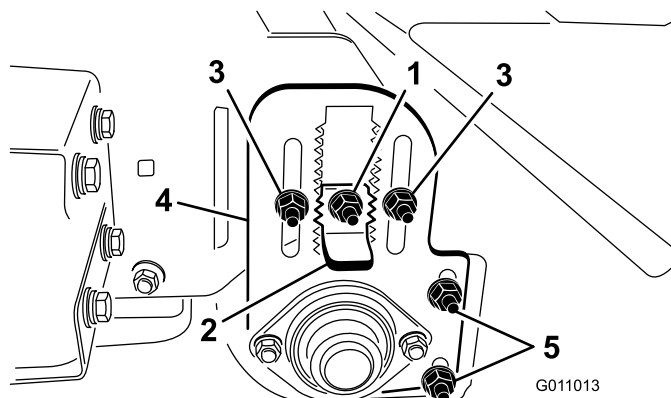

Figura 20
3. Allentate il dado di bloccaggio sulla chiave di regolazione dell'altezza (Figura 20) fino a lasciare sporgere 13 mm circa.
4. Allentate i dadi di bloccaggio della regolazione dell'altezza del rullo (Figura 20).
5. Estraete la chiave di regolazione dell'altezza e alzate o abbassate il rullo posteriore facendo scorrere la piastra di regolazione dell'altezza del rullo fino all'altezza richiesta (Figura 20).
Controllate e verificate che il raschiarulli (Figura 20) sia regolato in modo che tra di esso e il rullo vi sia una luce